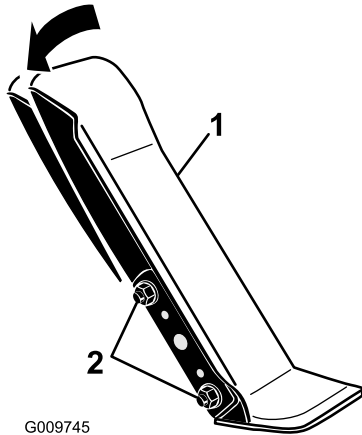

Figura 57
1. Afloje las 2 tuercas y pernos que fijan el lado izquierdo del pedal de tracción al soporte (Figura 57).
2. Ajuste el ángulo del pedal y apriete las tuercas (Figura 57).